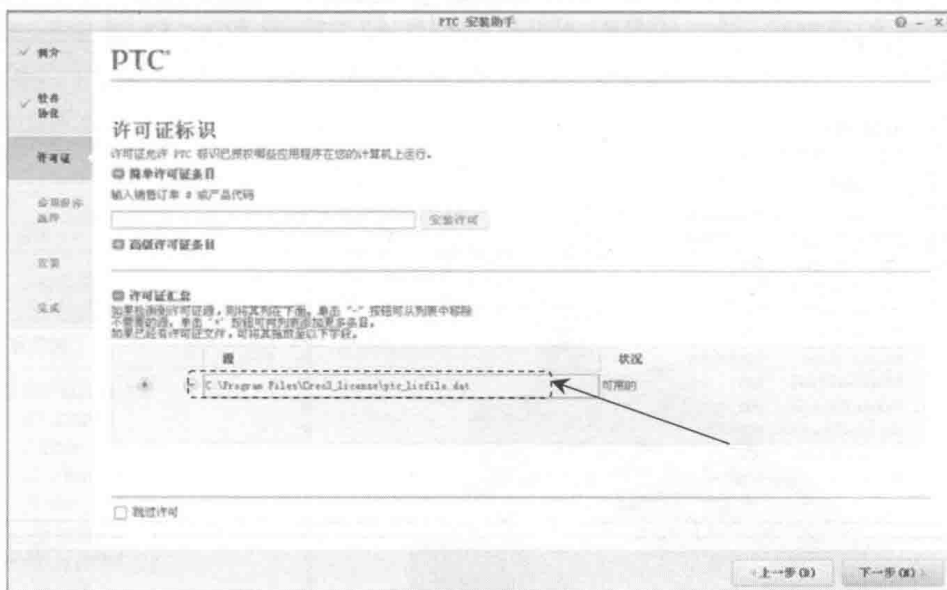
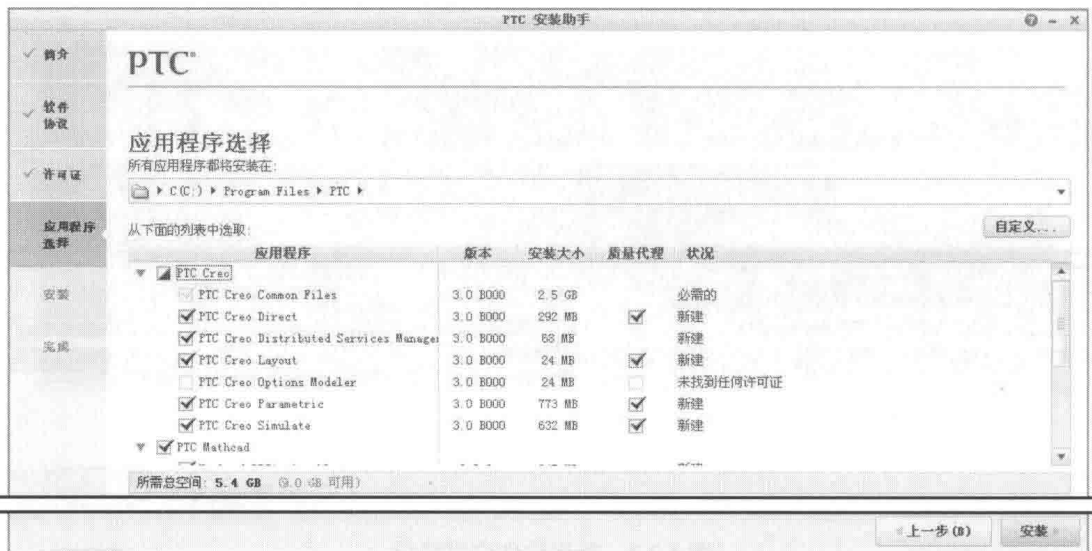

图 1.2.4 安装许可证
图 1.2.5 安装应用程序
**步骤 01** 在系统弹出的图 1.2.4 所示的对话框中, 将许可文件 C:\Program Files\Creo3\_license\ptc\_licfile.dat 拖放到图 1.2.5 所示的地方。
**步骤 02** 单击 **下一步 (N)** 按钮。
**步骤 01** 在系统弹出的“安装应用程序”对话框中设置图 1.2.5 所示的参数。